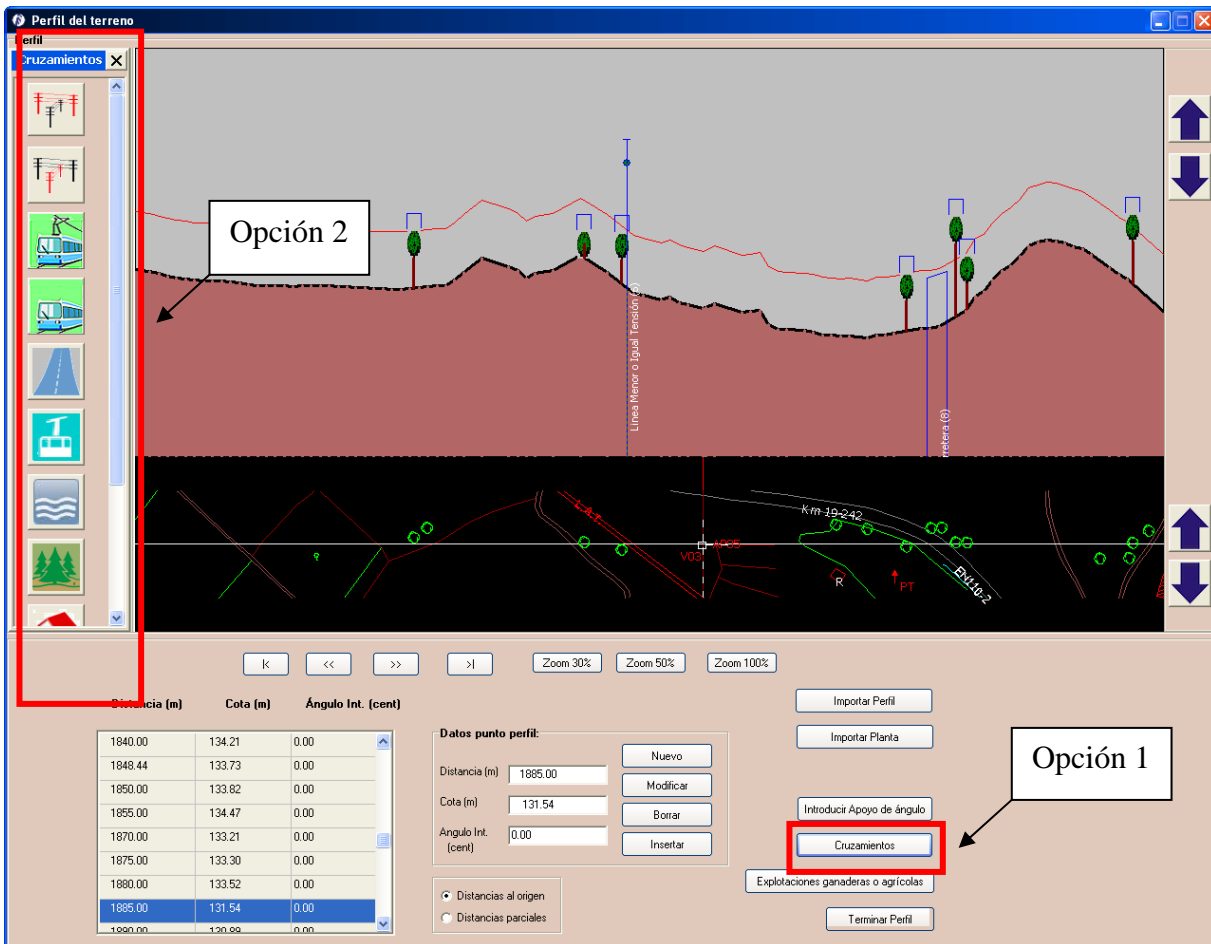

Figura 5.39. Selección de cruzamientos
- **Cruzamientos (Figura 5.39).** Ya se ha visto como introducir cruzamientos directamente desde un archivo INSICA, veamos ahora como introducirlos manualmente. Hay dos opciones:
- Opción 2: Pinchando sobre los iconos de la parte izquierda de la ventana que se muestra en la Figura 5.39, estos iconos identifican a cada cruzamiento existente los cuales explicamos a continuación.